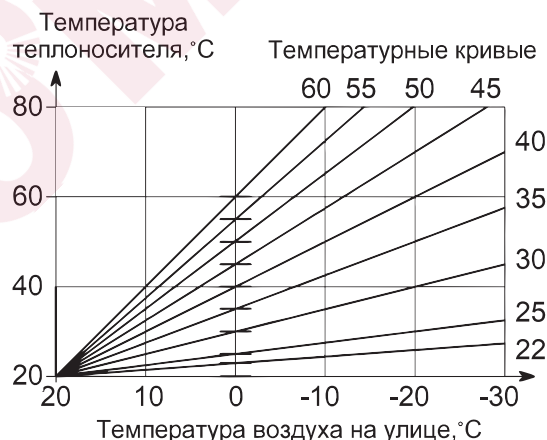
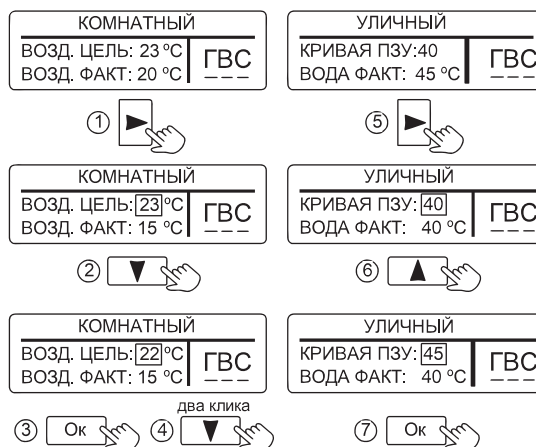
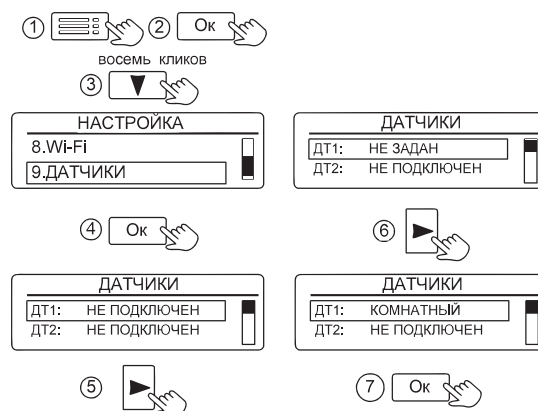

Рисунок 9. Зависимость температуры теплоносителя от температуры воздуха на улице
Рисунок 10. Настройка ограничения температуры и кривой ПЗУ
Рисунок 23. Настройка проводных датчиков
**10.4 «УЛИЧНЫЙ»** – режим поддержания температуры теплоносителя в зависимости от температуры воздуха на улице по одной из погодозависимых кривых (см. рис. 9). Датчик температуры воздуха устанавливается на улице.
Для изменения заводской настройки нужно в соответствии с рис. 9 выбрать ту кривую, при которой в помещении станет комфортно. Если в помещении холодно - следует выбрать кривую с большим номиналом, если жарко - с меньшим. Чем больше величина теплотеря здания, тем выше номер кривой. Изменение значения кривой ПЗУ показано на рис. 10.
датчика температуры воздуха (см. рис. 23) и настроено ограничение температуры воздуха в помещении (см. рис. 10), то при достижении температуры воздуха в помещении установленного значения, нагрев теплоносителя будет прекращён. При понижении температуры воздуха, нагрев теплоносителя будет возобновлён.
- Выбор роли датчика “КОМНАТНЫЙ” или “УЛИЧНЫЙ” (см. рис.23).